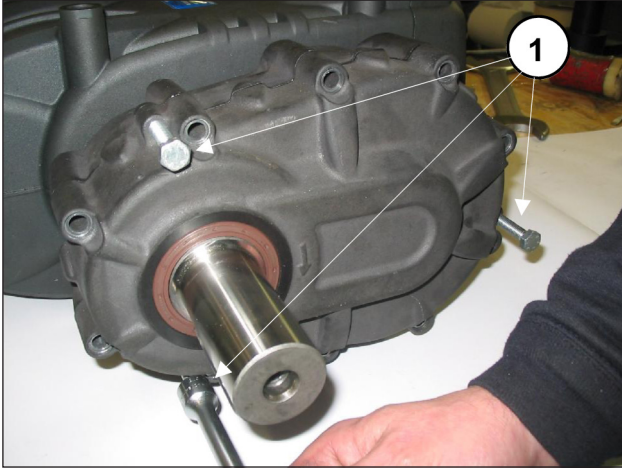
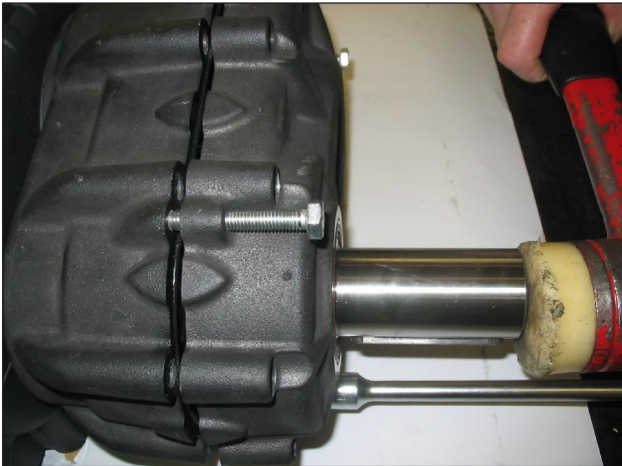

Fig. 16
Fig. 17
- Placer dans les orifices prévus à cet effet 3 goujons ou vis filetées M8 (Fig. 16, rep. ①) faisant office d'extracteur et frapper simultanément le pignon de sorte que le coussinet n'en sorte pas durant l'extraction du couvercle (Fig. 17).